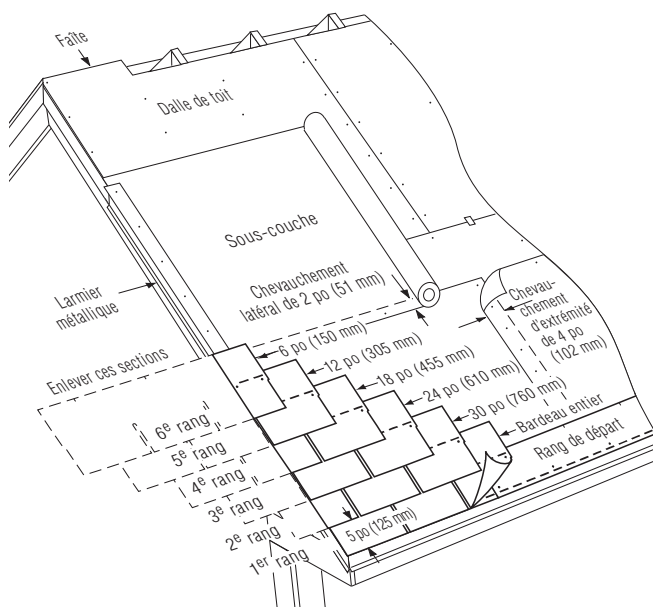

Figure 10-8 : Pose des six premiers rangs sur une pente standard.
PREMIER RANG : Poser un bardeau entier sur le coin inférieur gauche du toit. Aligner les jupes à égalité avec les bords du rang de départ. De cette façon, l'adhésif de la bande de départ adhèrera aux jupes du premier rang et les empêchera de se soulever par grand vent (figure 10-8).
1. Retrancher 6 po (15 cm) du côté gauche d'un bardeau et poser la pièce de 30 po (76 cm) restante par-dessus et au-dessus du bardeau du premier rang, en l'alignant avec le bord gauche du rang de départ. Laisser les jupes de 5 po (12,7 cm) du bardeau du premier rang à découvert (*figure 10-8*).
2. Retrancher 12 po (30 cm) du premier bardeau du troisième rang, 18 po (46 cm) du premier bardeau du quatrième rang, 24 po (61 cm) du premier bardeau du cinquième rang et 30 po (76 cm) du premier bardeau du sixième rang. Poser chaque bardeau en alignant son côté gauche avec le rang précédent (*figure 10-8*).